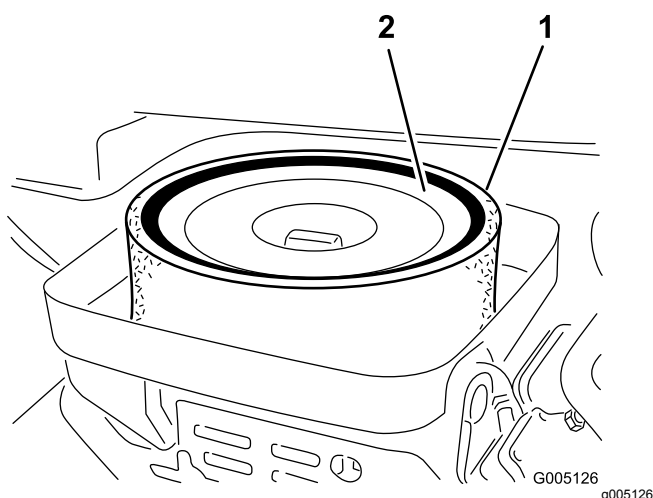

Рисунок 32
3. Снимите барашковую гайку крепления элементов к корпусу воздухоочистителя (**Рисунок 32**).
4. Если элемент из пеноматериала загрязнен, снимите его с бумажного элемента (**Рисунок 32**). Тщательно очистите его следующим образом: